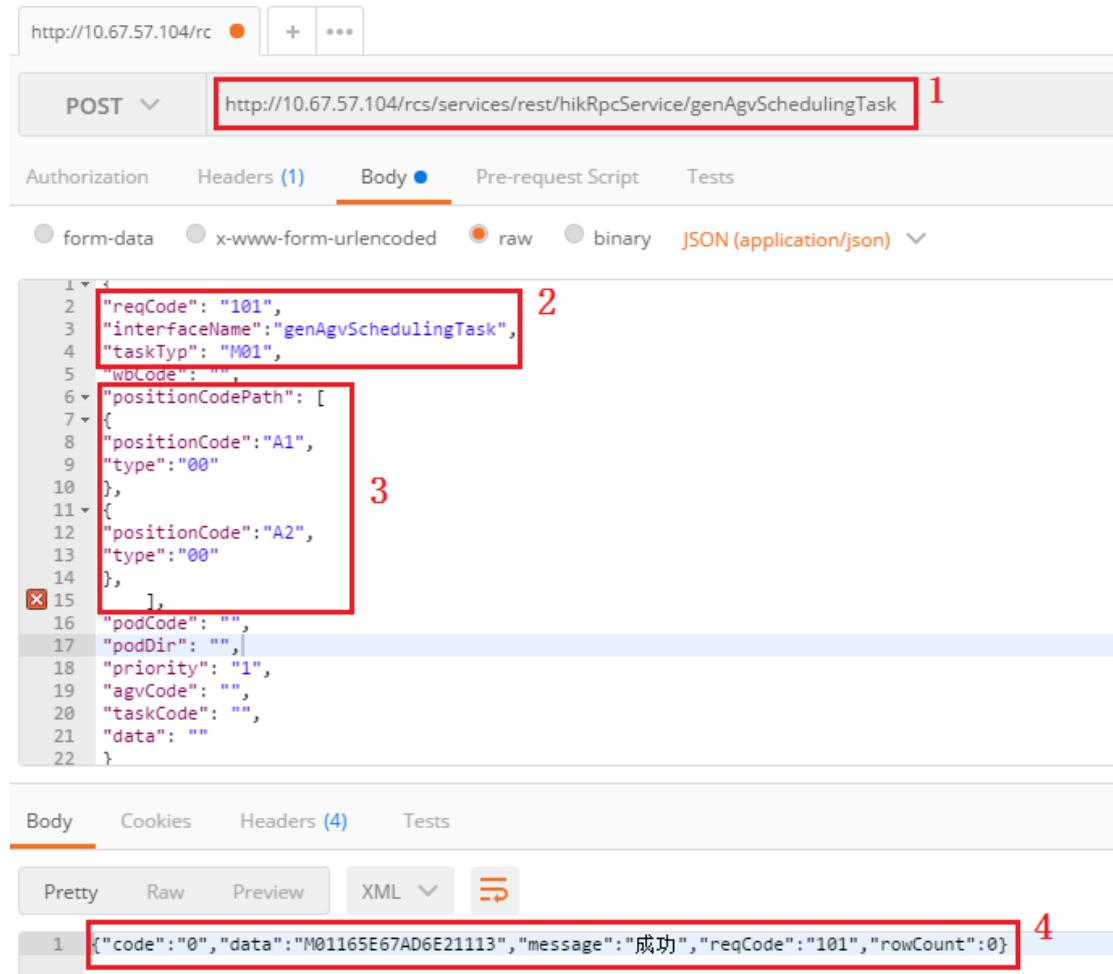

图 9.4.1
- (1) 使用 Postman 工具，测试接口；
- (2) 根据接口文档，将相应参数填入，测试接口收发，如图 9.4.1 所示；